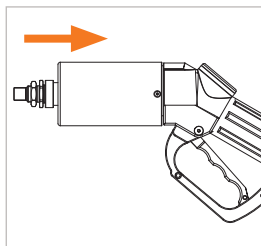

Abbildung 19
- ▶ Stecken Sie den WEH® Servicenippel bis zum Anschlag in die Füllkupplung ein und halten Sie die Kupplung in dieser Position (OFF-Stellung) (Abbildung 19).